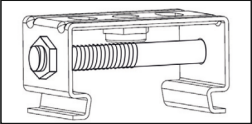

Рис. 2
- 5.11 Закрепите скобы на поверхность установки и защелкните в скобы осветительный прибор. **Внимание!** Для надежной фиксации осветительного прибора необходимо использовать стягивающие болты, входят в комплект поставки. Болты необходимо установить в боковые отверстия на скобах и затянуть гайкой (рис. 2).